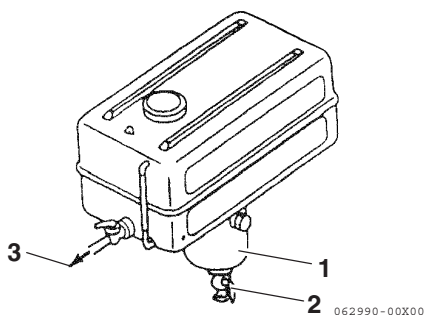

Figura 1
1. Collocare un contenitore sotto il rubinetto di scarico (**Figura 1, (2)**) per raccogliere il combustibile.